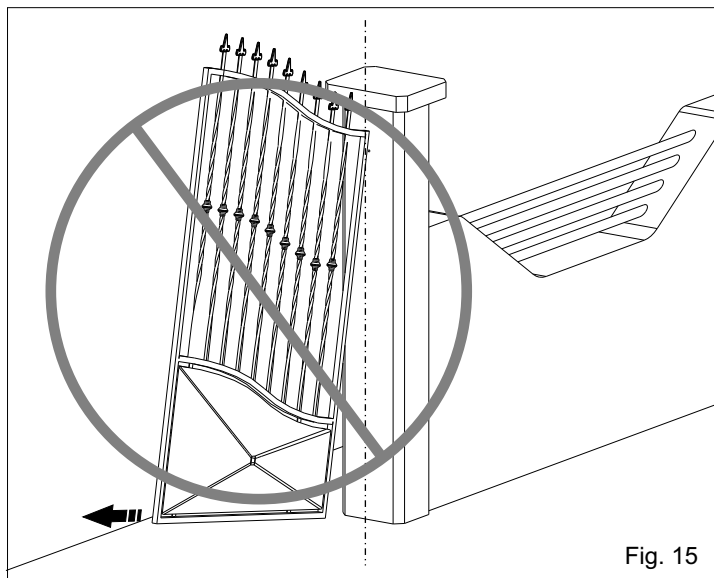
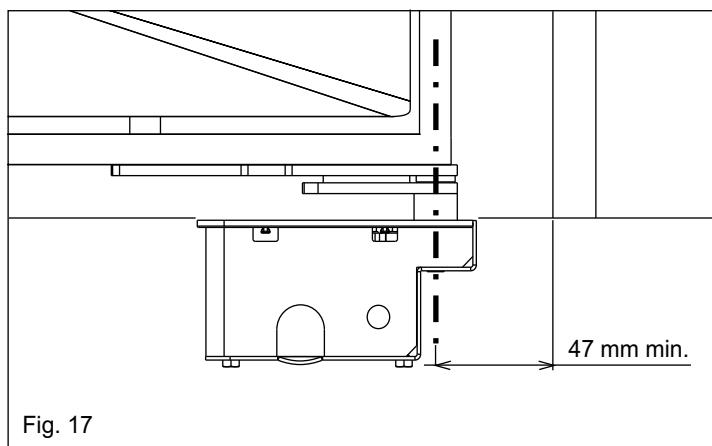

Fig. 15
Fig. 17
3.3. Faire beaucoup d'attention de ne pas positionner le vantail au dehors des axes (Fig. 15 et 16), mais faire de manière que l'arbre coïncide avec l'axe de rotation de la charnière en tenant compte que la distance minimum de la colonne est de 47 mm (Fig. 17).